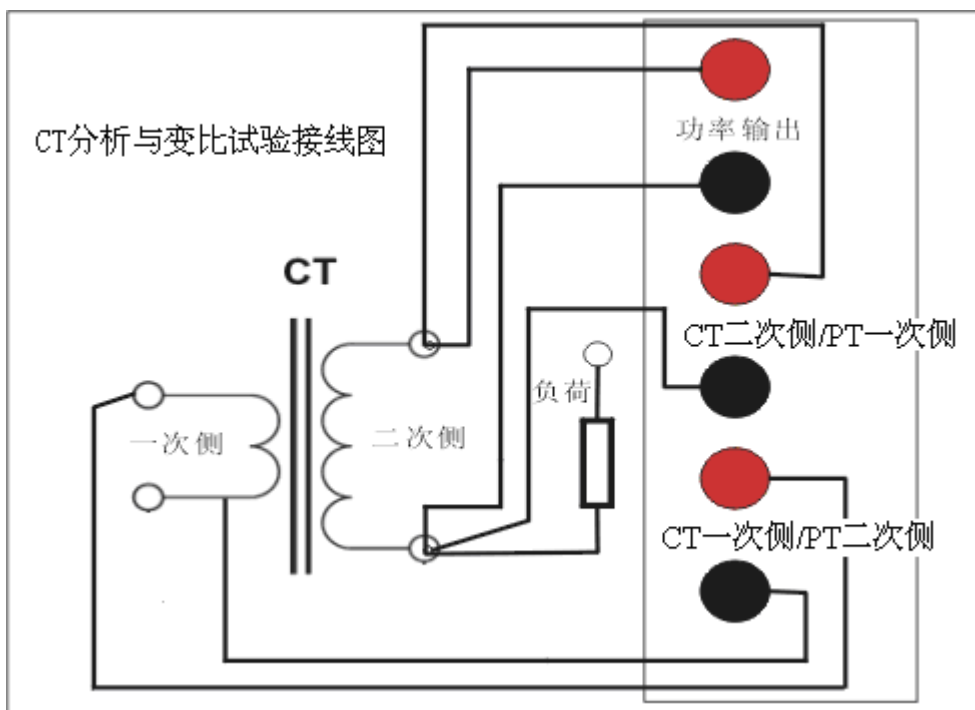

图 3.3 CT 分析，变比与极性试验接线图
在进行 CT 分析，变比或极性试验时请按照图 3.3 连接 CTPT 分析仪和被测 CT，这三个试验项目的接线方式是一致的
6) 将按照图 3.3 所示，断开被测 CT 二次侧和二次负荷的连接
7) 将 CTPT 分析仪功率输出和 CT 二次侧/PT 一次侧的黑色端子连接至 CT 二次侧的一端，参见图 3.3